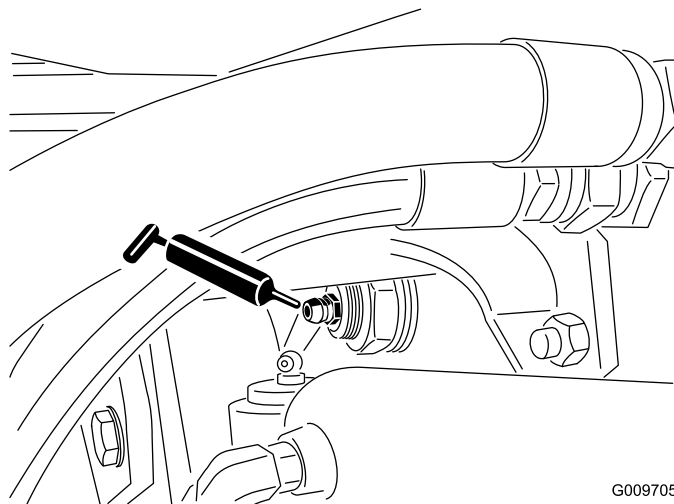

Рисунок 102
- Втулки шарниров заднего моста (2 шт.), см. Рисунок 102